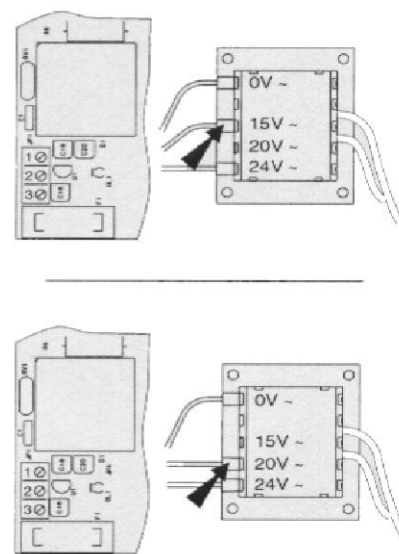

рис. 23
**ПРИМЕЧАНИЕ:** в случае, если ворота не могут достигнуть конечных положений, можно увеличить силу страгивания, переместив клемму с 15 В на 20 В трансформатора, как показано на рис. 23.